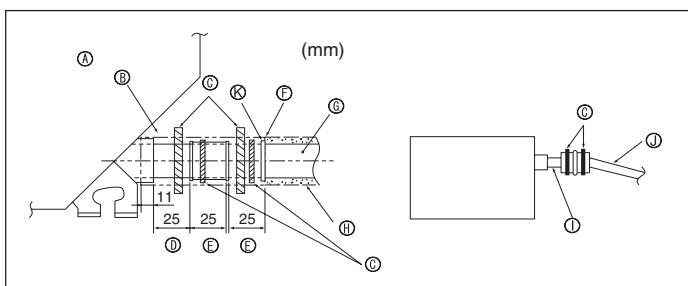

Fig. 5-2
⑩ Tube en PVC, O.D. ø32	⑪ Pente descendante (1% ou plus)
⑫ Passage aussi long que possible.	⑬ Tube en PVC, O.D. ø38 pour la mise en place groupée des tuyaux. (isolant de 9 mm ou plus)
⑭ Appareil intérieur	⑮ Prévoir un orifice suffisamment grand pour la mise en place groupée des tuyaux.
⑯ Jusqu'à 85 cm
1. Raccorder la prise d'écoulement (fourni avec l'appareil) au port de drainage. (Fig. 5-2) (Apposer le tube à l'aide de ruban adhésif en PVC puis le fixer avec une sangle.)
⑰ Appareil	⑲ Tuyau de drainage (Tuyau en PVC, O.D. ø32)
⑱ Matière isolante	⑳ Matière isolante (à se procurer sur place)
⑲ Courroie	㉑ Tuyau en PVC transparent